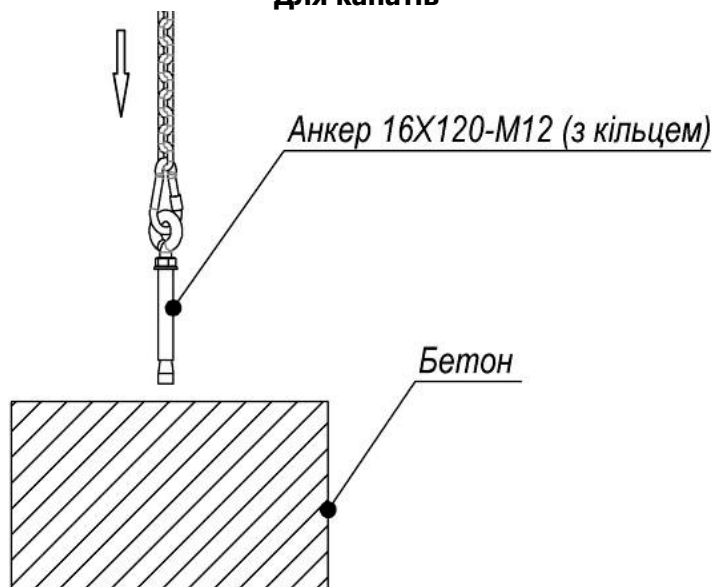

Рисунок 1.1 – Схеми бетонування
- 2) Викопати приямки для бетонування відповідно до схем бетонування, рисунок 1, рисунок 1.1.